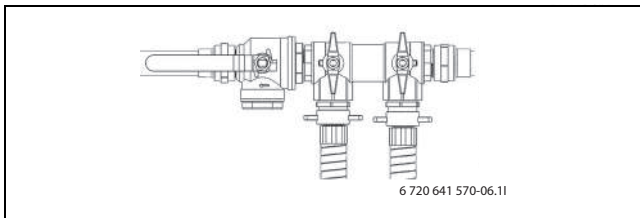

Fig. 22 Kits de remplissage en mode remplissage
- Placer les vannes du dispositif de remplissage en position de remplissage (→ figure 22).